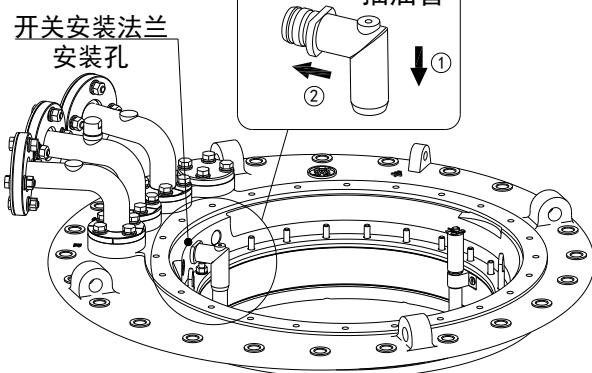

图 5-22
- 将抽油管装入分接开关头部法兰安装孔中 (图 5-22)。